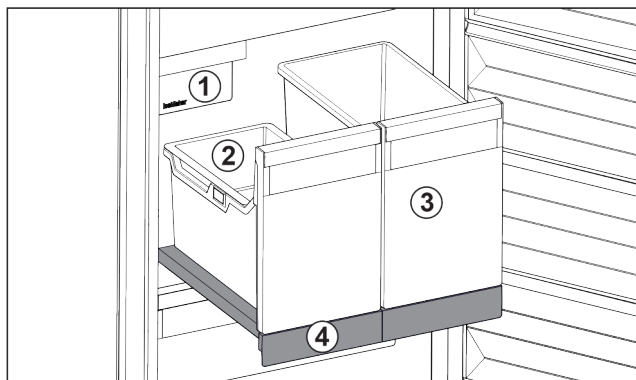

Fig. 17 Выдвижная панель с IceTower
- (1) IceMaker
- (2) Подвесной лоток для кубиков льда
- (3) Контейнеры для пиццы, алкогольных напитков
- (4) Выдвижная панель
На выдвижной панели находятся два высоких контейнера (IceTower). В контейнере Fig. 17 (2) собираются и хранятся кубики льда из IceMaker. Контейнер Fig. 17 (3) подходит для хранения высоких продуктов, таких, как пицца или алкогольные напитки.